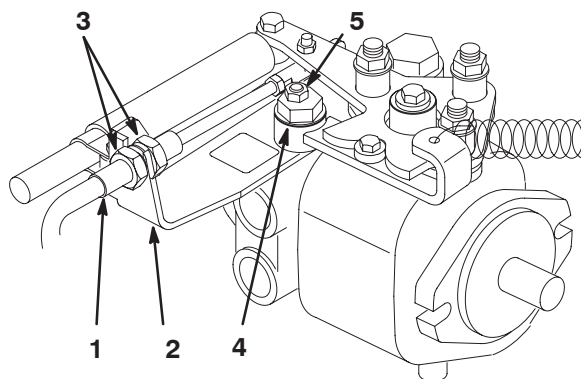

Bild 52
- A. Lösen Sie beide Klemmmuttern, mit denen der Fahrtriebs-Bowdenzug an der Trennwand am Hydrostat befestigt ist (Bild 52). Achten Sie darauf, dass die Klemmmuttern gleichmäßig gelockert sind und eine ausreichende Einstellung ermöglichen.
- B. Lösen Sie die Mutter, mit der der Exzenter oben am Hydrostat befestigt ist (Bild 52).
- D. Drehen Sie den Exzenter, bis kein Kriechen in jeder Richtung auftritt. Ziehen Sie, wenn sich das Rad nicht mehr dreht, die Schraube fest, um den Exzenter und die Einstellung zu arretieren (Bild 52). Überprüfen Sie die Einstellung mit dem Gasbedienungshebel auf „Langsam“ und auf „Schnell“.
- E. Ziehen Sie die Sicherungsmuttern, mit denen das Antriebs-Bowdenzug an der Trennwand befestigt ist, **gleichmäßig** von der Innenseite der Trennwand fest (Bild 52). Verdrehen Sie nicht den Bowdenzug.